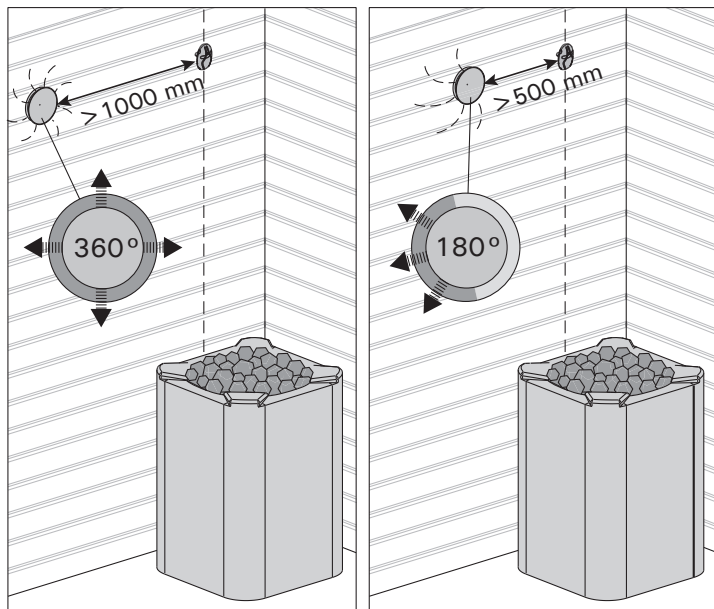

Рисунок 10. Минимальное расстояние между датчиком и вентилятором
**Внимание! Не устанавливайте датчик на расстоянии менее 1000 мм от ненаправленного вентилятора или на расстоянии менее 500 мм от вентилятора, действующего в направлении от датчика. См. рис. 10.** Поток воздуха вблизи датчика охлаждает датчик и приводит к неточности показаний устройства управления. В результате возможен перегрев каменки.